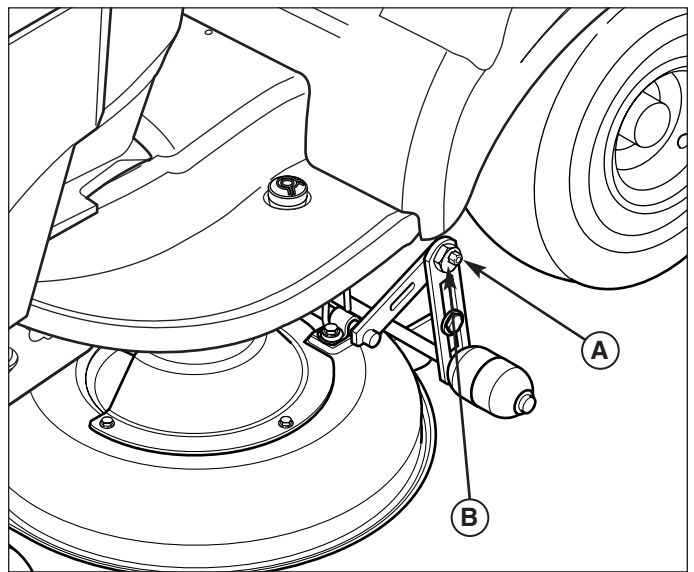

Figure 36. Mise à niveau latérale de la tondeuse
5. Voir la Figure 36. Desserrer l'écrou extérieur (A). Tourner l'écrou excentrique (B) pour lever ou abaisser le côté gauche de la tondeuse. Lorsque la tondeuse est à niveau, empêcher l'écrou excentrique de tourner lorsque vous serrez l'écrou extérieur.